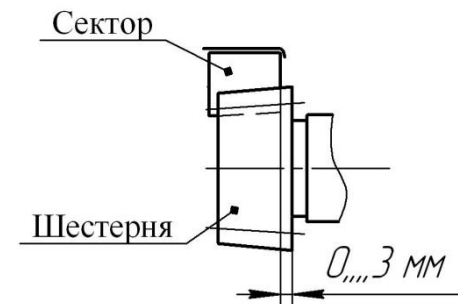

Рис.1.
8.2. Используя болты (4), шайбы (5) и гайки (6) соберите две лопасти как показано на рис. 1. Затяжку болтовых соединений произведите от руки.